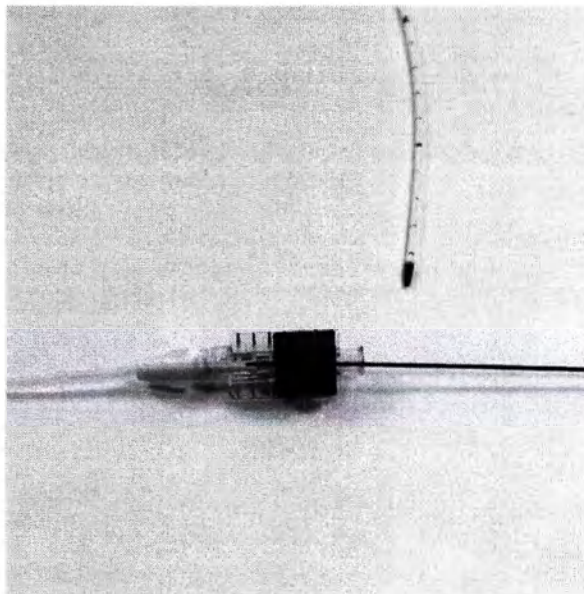

Рис. 8.3: Стопор находится в разблокированном положении, и через него можно пропустить волокно
- Убедитесь, что стопор волокна находится в разблокированном положении (рис. 8.3).